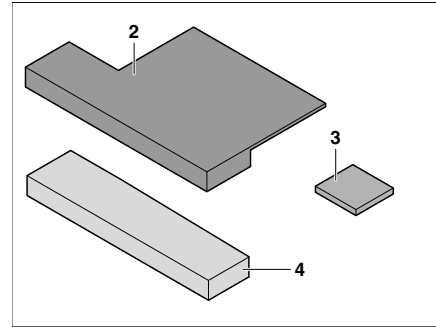

Fig. 188 Cuscino aggiuntivo
- Se presente, applicare il rialzo seduta (Fig. 188,3) sull'imbottitura aggiuntiva (Fig. 188,2) (con velcro).